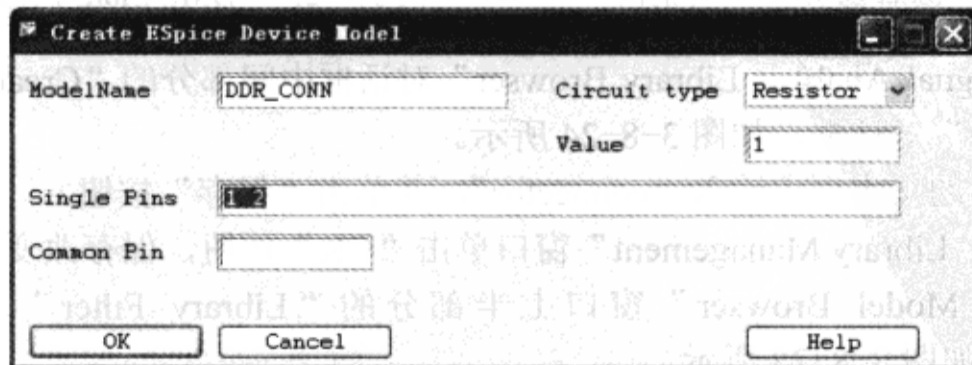

图 3-8-27 “Create ESpice Device Model”对话框（二）
(8) 在“Model Name”后面的文本框内输入“DDR\_CONN”；在“Circuit type”后面的下拉菜单中选择“Resistor”；在“Value”后面的文本框中输入“1”；在“Single Pins”后面的文本框中输入“1 2”（先输入“1”→空格→“2”）；确认“Common Pin”后面的文本框为空，如图 3-8-27 所示。